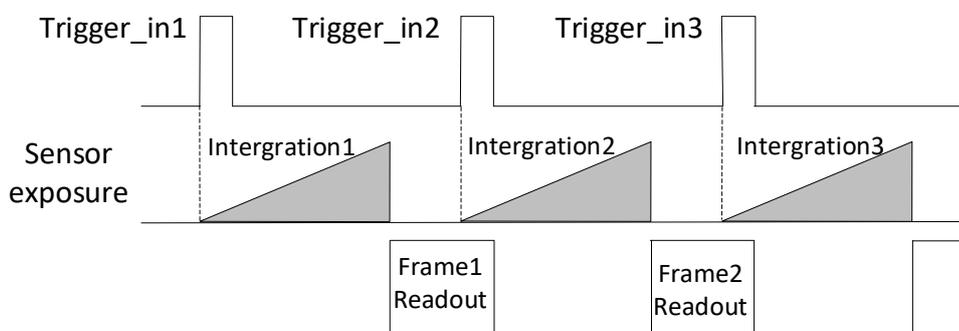

图5-17 第2帧正常处理时序
- 若第2个触发信号第1帧图像的曝光结束时间不早于相机当前第1个触发信号最后1帧的出图时间，则第2个触发信号第1帧图像正常出图，如图5-17所示。